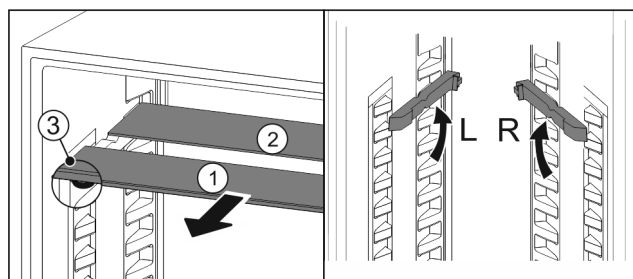

Fig. 81
- ▶ Træk glaspladerne ud enkeltvis fremad Fig. 81 (1).
- ▷ Glaspladen Fig. 81 (1) med pyntelisten ligger foran.
- ▷ Stoppene Fig. 81 (3) peger nedad.